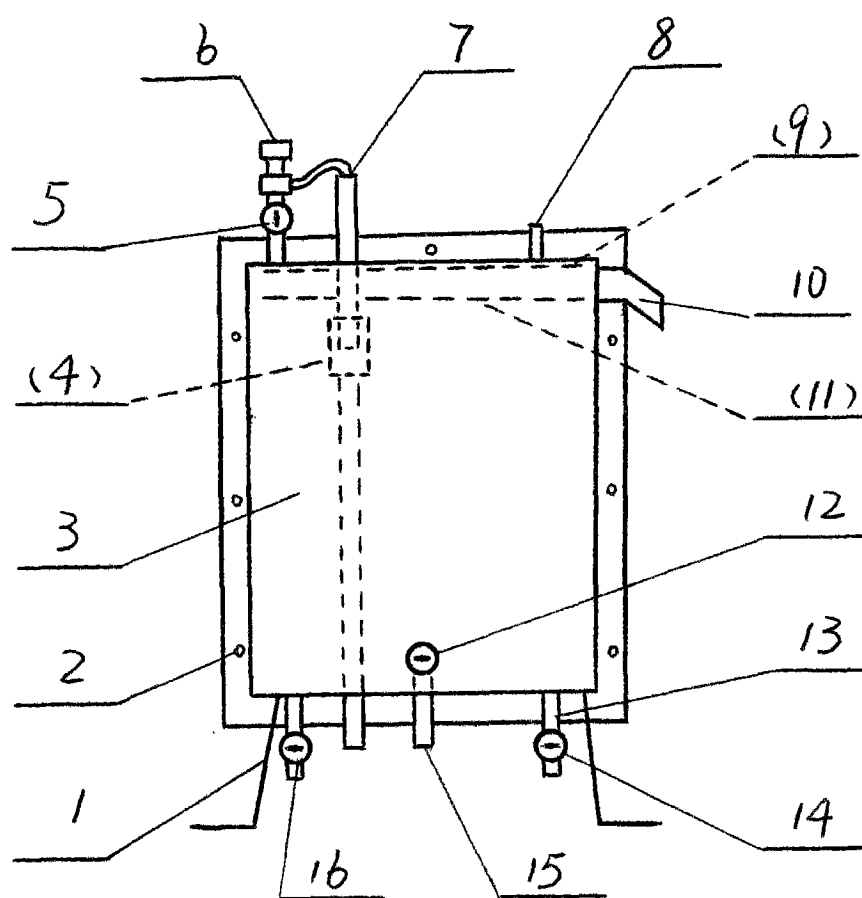

图 1
权利要求书1页 说明书4页 附图1页
[0014] 图 1 是本实用新型废水自动回收利用自控水箱的结构示意图：
[0018] 在图 1 中自控水箱 (3) 四周设有多个螺丝孔 (2), 用螺丝把自控水箱 (3) 固定在卫生间墙壁上, 在自控水箱 (3) 上部装有进水管 (6) 和进水开关 (5), 进水管 (6) 上端与上一层楼卫生间的生活废水下水道相连接, 进水管 (6) 上端也和上一层楼卫生间自控水箱 (3) 的排水管 (4) 下端 (出水口) 相连接, 在自控水箱 (3) 上部装有直通水管 (7) 直通水管 (7) 前端和进水管 (6) 相连接, 直通水管 (7) 下端和排水管 (4) 上部接口间接连接, 在自控水箱 (3) 上部装有通气管 (8) 和水箱盖 (9), 在自控水箱 (3) 内部上部最高位置处下面, 装有溢水管 (10), 溢水管 (10) 和下水道相连接, 在自控水箱 (3) 内部滤网 (11) 下面装有排水管 (4) 在自控水箱 (3) 中下部装有冲洗开关 (12) 和冲洗水管 (15), 冲洗水管 (15) 与大小便池或抽水马桶相连接, 大小便池或抽水马桶底部污水管又和下水道相连接, 在自控水箱 (3) 下部装有自来水开关 (16) 和自来水管, 在自控水箱 (3) 底部最低处装有排污管 (13) 和排污开关 (14), 排污管 (13) 下口和下水道连接, 在自控水箱 (3) 底部装有支架 (1)。